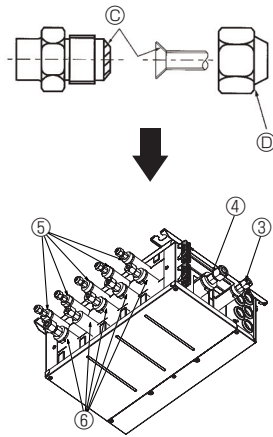

Fig. 7-2
- ⓐ Breng op het gehele oppervlak van de optrompzitting koelolie aan (Fig. 7-2).